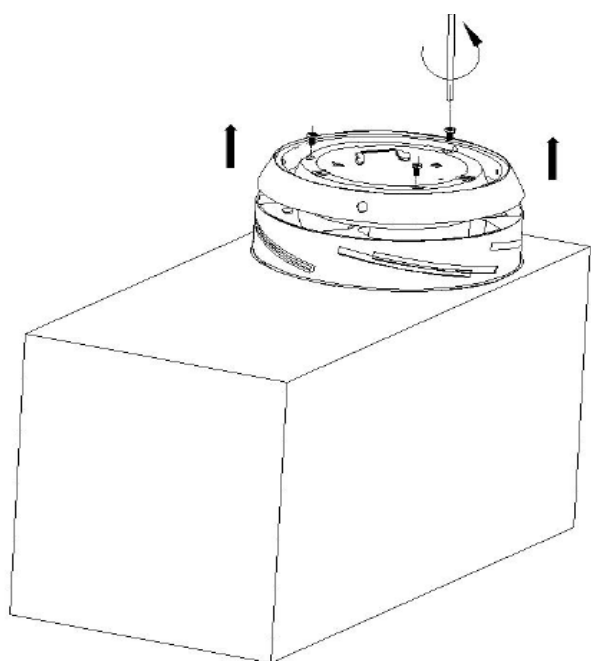

Fig. 4
REMARQUE: Le bouge dans l'emballage en mousse est fait pour garder en position le ventilateur préfabriqué. Insérer le bout de couvert dans le bouge de l'emballage en mousse pour faire positionner le moteur horizontalement pendant l'assemblage. Fig 4.
- Enlever les vis de la plaque de lumière et enlever la plaque de lumière. Fig 4.